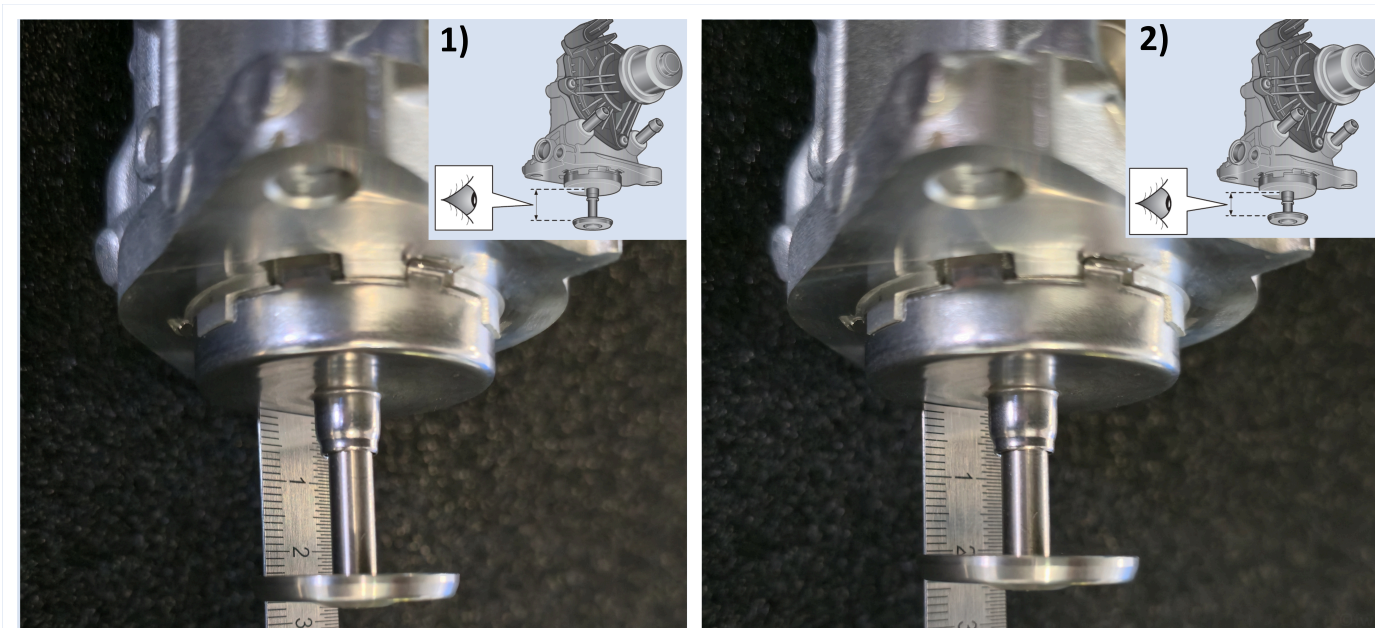

Fig. 6) 1) Posição de entrega 2) Posição de montagem
5. Características da posição de montagem: O disco da válvula é retraído um pouco para dentro da caixa (ver fig. 6)